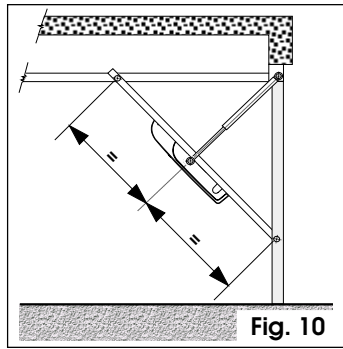

Fig. 10
• puerta basculante con guías horizontales (Fig. 10)